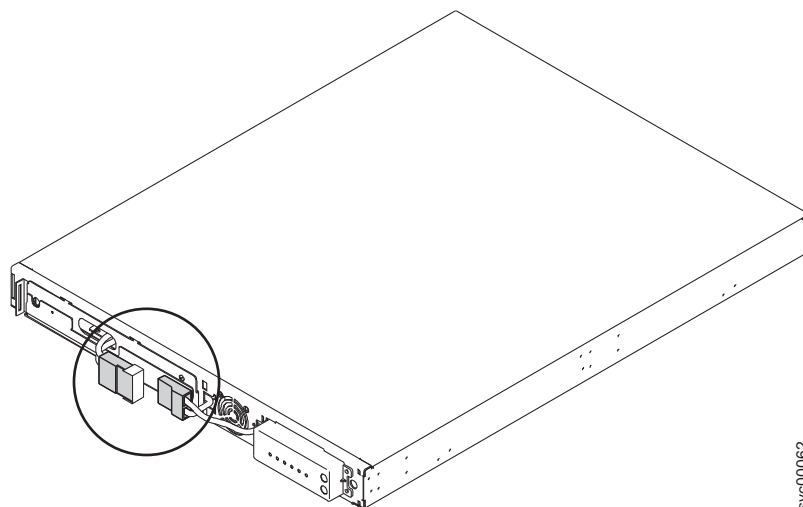

图 14. 装有保护胶带的 2145 UPS-1U 内部电池接口
4. 卸下内部电池接口的保护标签 (如第 21 页的图 14 所示)。